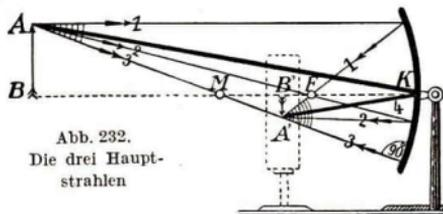

Abb. 232.
6. Die **Bildgröße** kann man **rechnerisch** bestimmen, wenn man in Abb. 232 noch den **Scheitelstrahl** AKA' einzeichnet. Dadurch entstehen die zwei ähnlichen Dreiecke ABK und $A'B'K$. Aus diesen folgt $AB : A'B' = BK : B'K = a : b$; d. h.